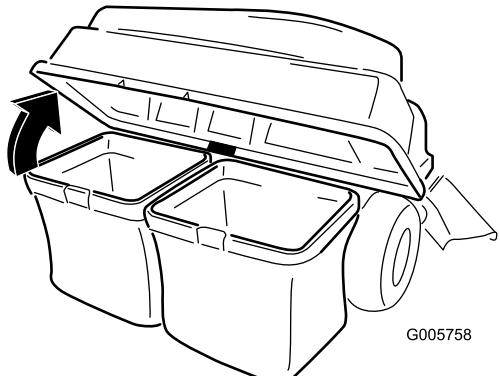

Bild 20
3. Heben Sie die Abdeckung des Heckfangsystems an (Bild 20).